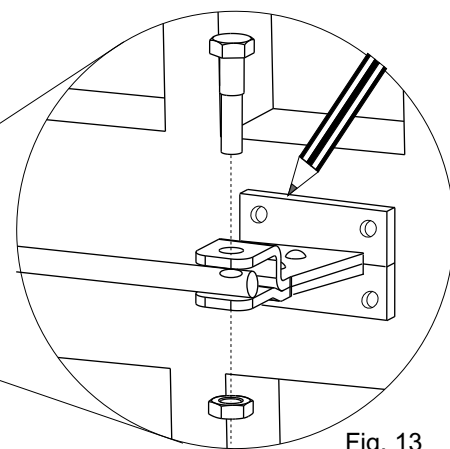

Fig. 13
- 3) Fixer l'étrier sur la fixation antérieure (Fig.13)